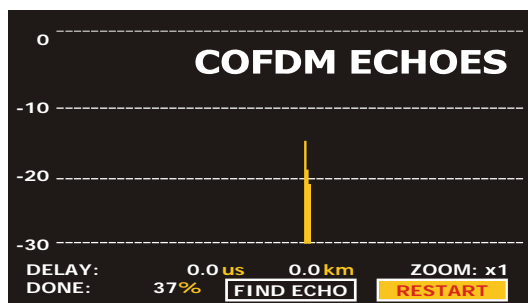

Figure 56.- Processus de détection des échos.
2. Lancez la détection des échos en appuyant sur la mollette (Figure 56.-).